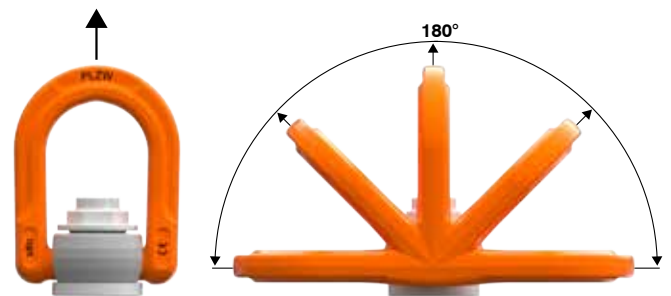

Bild 1: erlaubte Belastungsrichtungen die bei bestimmungsmäßigem Gebrauch auftreten können.
**Belastung:** Die Belastung darf nur in der vorgegebenen Richtung (Bild 1) mit der maximalen Tragfähigkeit lt. Tabelle 1 und unter Berücksichtigung der hier angegebenen Einsatzbedingungen erfolgen.
- Zugrichtung nicht im vorgegebenen Bereich lt. Bild 1 liegt.